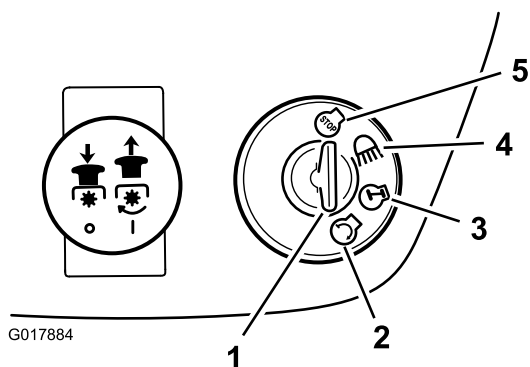

Bild 10
- Drehen Sie den Zündschlüssel nach rechts und halten ihn auf Start (Bild 10).
- Drehen Sie den Zündschlüssel auf die Aus-Stellung (Bild 10).